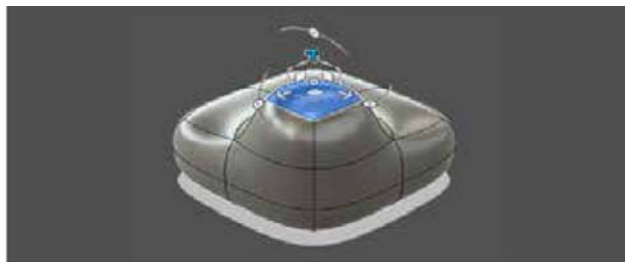

图 2-64
(19) **创建造型：**插入造型操作到时间轴中并进入“造型”工作空间，当形状比精确更重要时，应使用“造型”命令。单击“完成造型”按钮返回到“模型”工作空间，如图 2-64 所示。